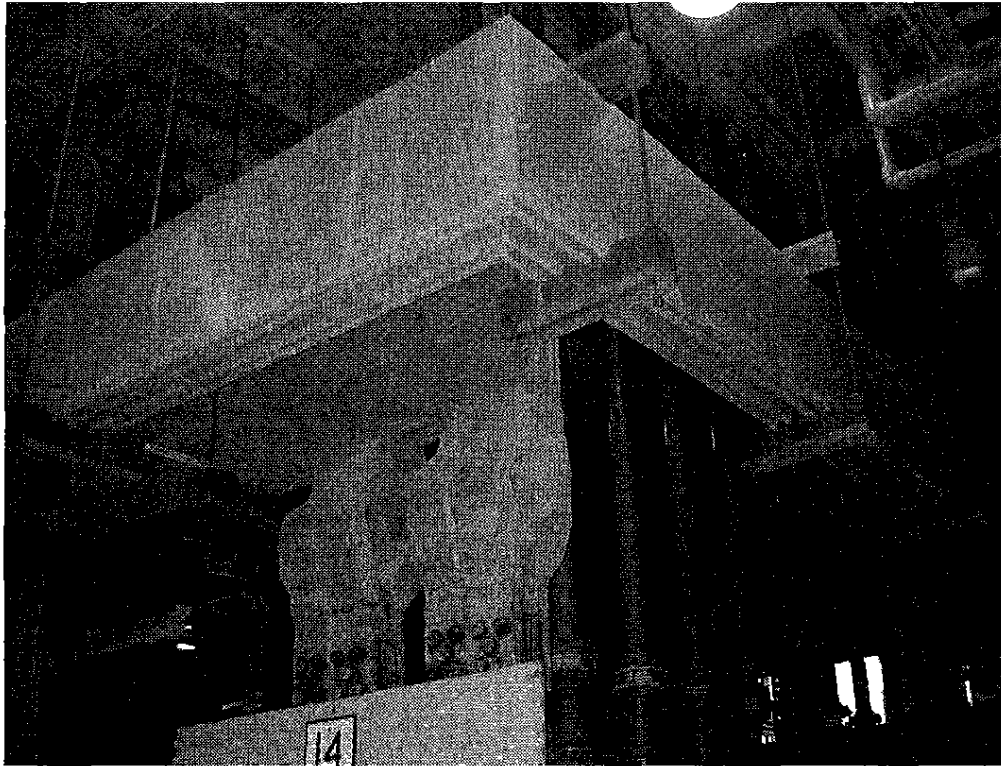

Figure 9 : Barres de distribution en aluminium placées en parallèles
Les courants utilisés en électrolyse sont si élevés qu'il est nécessaire d'utiliser plusieurs barres de distribution en parallèle pour assembler «un conducteur» suffisamment gros pour supporter de tels courants (figure 9).
- 3) Les barres de distributions (figure 9): elles transportent les énormes courants continus nécessaires aux réactions d'oxydoréduction dans les cellules.